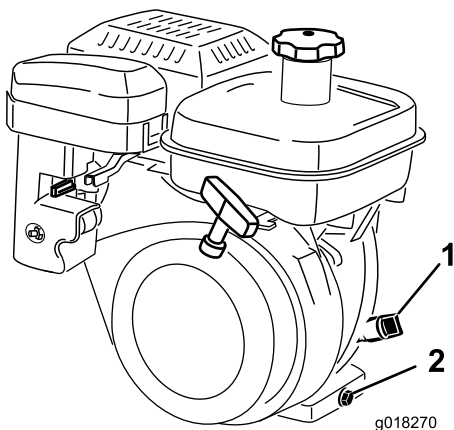

图30
2. 调整剪草机，使发动机保持水平，并清洁量油尺周围部位（图30）。
3. 逆时针旋转型量油尺，然后将其取出（图30）。
4. 将量油尺擦拭干净，然后将其插入加油口。切勿将量油尺拧入加油口。取出并检查油位。如果油位较低，请添加足够的机油，使油位升到量油尺的“H”与“L”标记之间（图30）。重新检查机油油位。切勿过量添加。
2. 在机器后部的排油塞下放置一个放油盘（图30）。拧松排油塞。